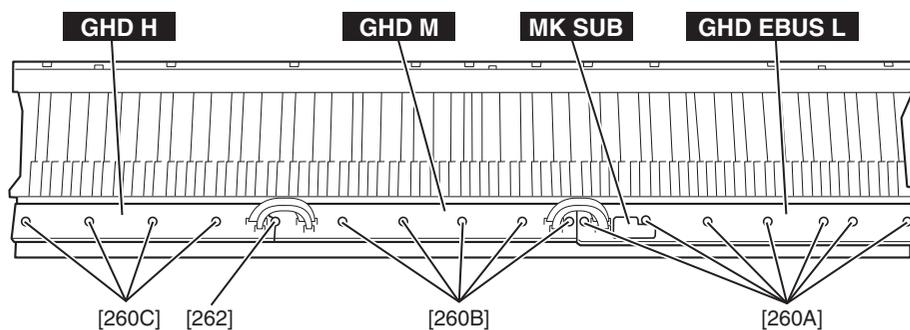

Fig. 18 (図18)
Remove the seven (7) screws marked [260A]. The GHD EBUS L and MK SUB circuit boards can then be removed. (Fig. 18, Photo 5)
Remove the five (5) screws marked [260B] and the screw marked [262]. The GHD M circuit board can then be removed. (Fig. 18)
Remove the four (4) screws marked [260C] and the screw marked [262]. The GHD H circuit board can then be removed. (Fig. 18)
[260A] のネジ 7 本を外して、GHD EBUS L シートと MK SUB シートを外します。(図 18、写真 5)
[260B] のネジ 5 本と [262] のネジ 1 本を外して、GHD M シートを外します。(図 18)
[260C] のネジ 4 本と [262] のネジ 1 本を外して、GHD H シートを外します。(図 18)
Tighten the seven (7) screws marked [260A] to fix the GHD EBUS L, MK SUB circuit boards. (Fig. 18)
Tighten the five (5) screws marked [260B] and the screw marked [262] to fix the GHD M circuit board. (Fig. 18)
Tighten the four (4) screws marked [260C] and the screw marked [262] to fix the GHD H circuit board. (Fig. 18)
GHD EBUS L シートと MK SUB シートを取り付け、[260A] のネジ 7 本を取り付けます。(図 18)
GHD M シートを取り付け、[260B] のネジ 5 本と [262] のネジ 1 本を取り付けます。(図 18)
GHD H シートを取り付け、[260C] のネジ 4 本と [262] のネジ 1 本を取り付けます。(図 18)